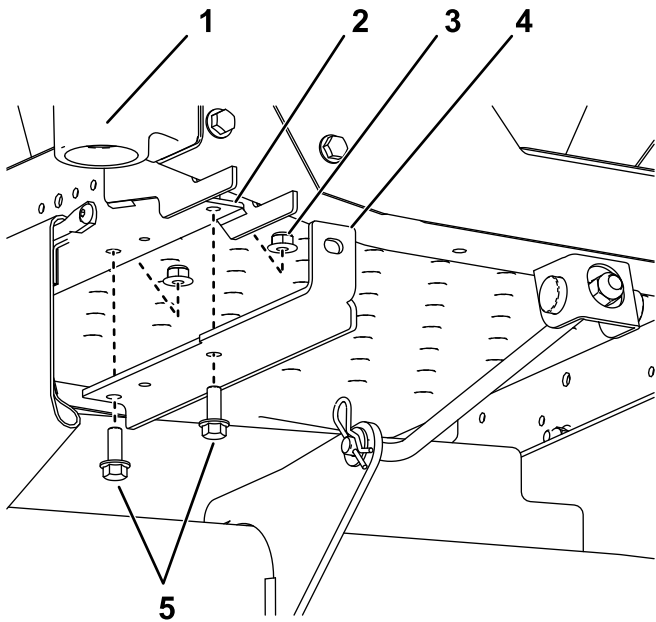

Figura 4
1. Fixai suportii de montare greutate la partea inferioară a cadrului utilizând 2 uruburi ($\frac{3}{8} \times 1''$) și 2 contrapiulițe ($\frac{3}{8}''$) așa cum se arată în Figura 4.